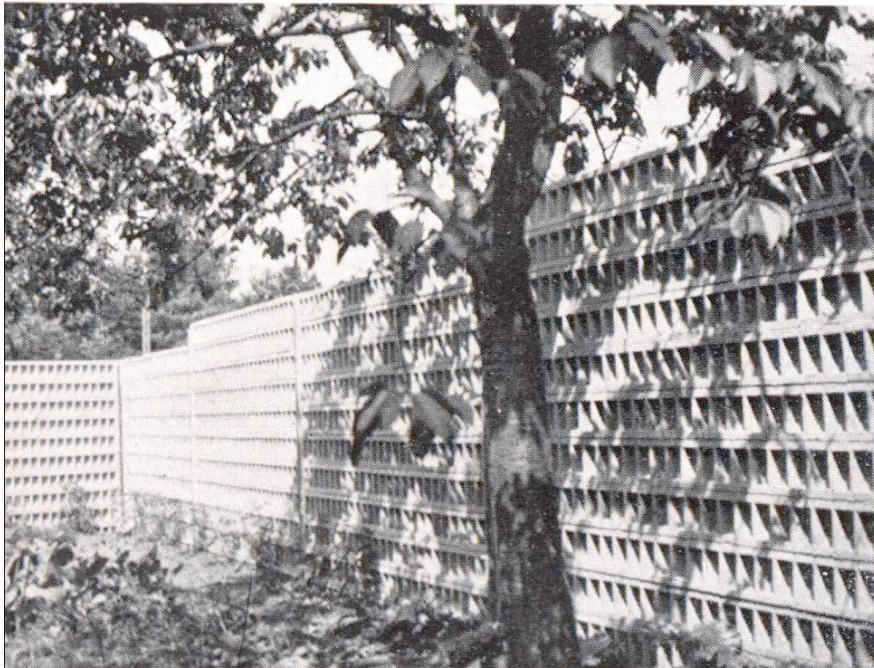

Abb. 5
**Spalier- und Schutzwände (Abb. 5)** : warme schattierte Innenfläche ; geringer Platzbedarf, kein Unterhalt.